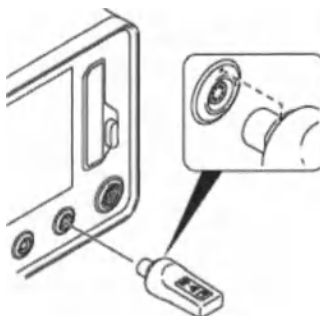

Рисунок 74 — Подключение беспроводного приемника
2. При использовании беспроводной педали установите приемник в порт педали на консоли (рисунок 74).